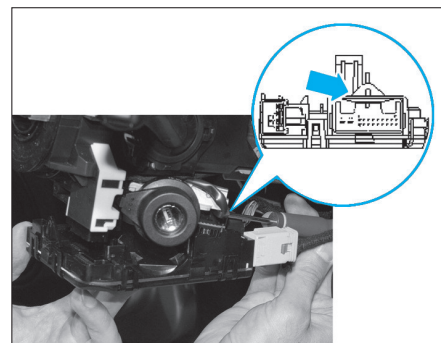

Fig. 7
- Déverrouiller la partie arrière du calculateur de colonne de direction à l'aide d'un petit tournevis (Fig.7).